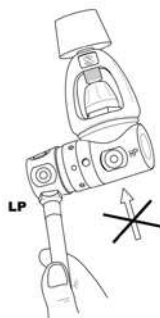

рис. 1
Подсоедините шланг низкого давления (LP) высокопоточного клапанного инфлятора или A.I.R. 2 к свободному порту низкого давления первой ступени, который должен иметь такую же резьбу (рис.1).